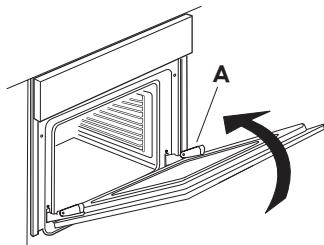

Fig. 2
3. Închideți ușă cât mai mult (A), ridicăti-o (B) și rotiți-o (C) până când se deblochează (D) (Fig. 2, 3, 4)